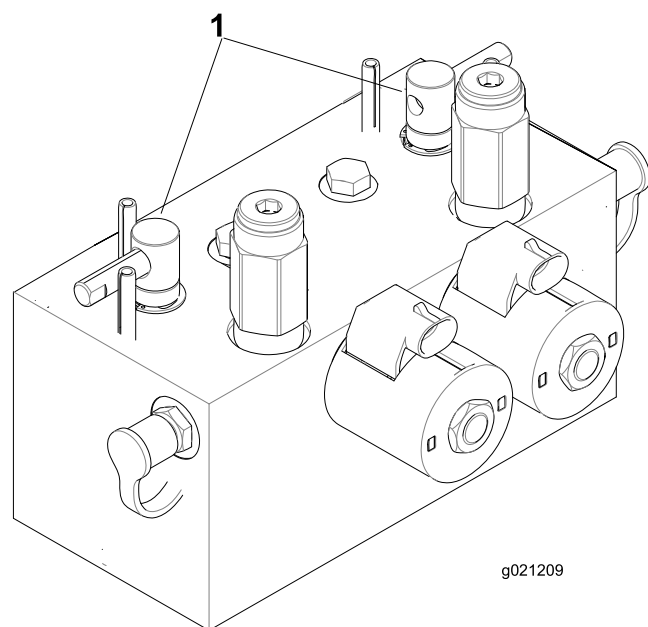

Figura 76
2. Sbloccate il sedile ed alzate per esporre le leve di lappatura (Figura 76).
5. Selezionate le leve di lappatura anteriore, posteriore o entrambe per stabilire gli elementi da lappare (Figura 76).